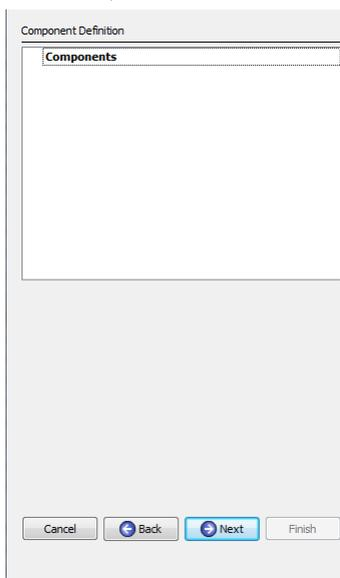
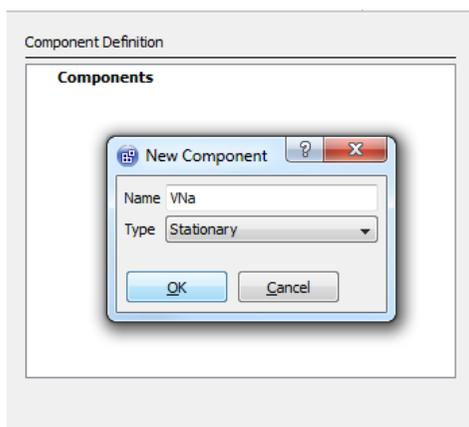
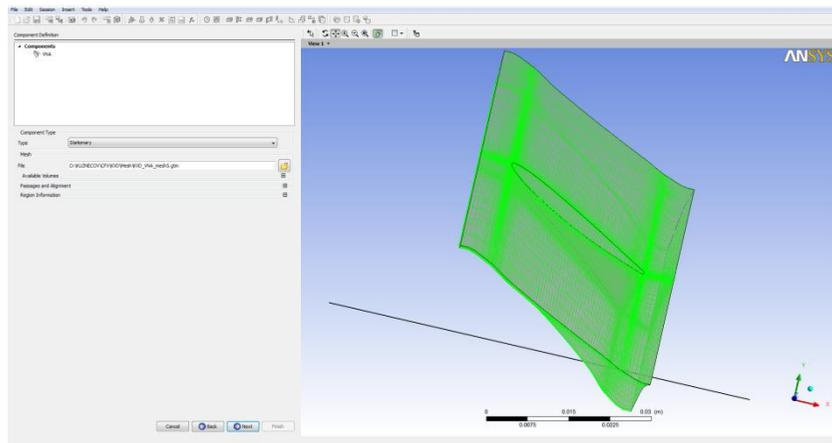

Рис. 5.4. Меню *Component Definition*
Рис. 5.5. Панель создания нового компонента *New Component*
Рис. 5.6. Выбор файла с расчетной моделью ВНА
После нажатия кнопки *Next* в предыдущем шаге (раздел 5.4) происходит переход в следующий шаблон описания турбомашин – *Component Definition*. Он имеет вид, изображенный на рис. 5.4. В нем необходимо определить из каких частей состоит исследуемая турбомашин, в какой последовательности они располагаются, и указать предварительно созданные файлы, содержащие конечно-элементные модели. Здесь также определяются основные параметры расчетных моделей.
1. Щелкнуть правой кнопкой на белом поле под надписью *Components* (см. рис. 5.4) и из выпадающего меню выбрать пункт *Add Component*. Появится соответствующее меню (рис. 5.5), в котором следует задать имя компонента и определить его тип (*Type*) (вращающийся – *Rotating* для РК или неподвижный – *Stationary* для НА и ВНА).
3. Первым указывается ВНА (если имеется). Для него выбирается тип *Stationary* и задается имя *VNA* (рис. 5.5). Выбор подтверждается нажатием кнопки *OK*. После этого в левой части окна программы появится меню (рис. 5.6).
4. В нем, в разделе *Mesh* (сетка), в поле *File* (файл), указывается имя файла сетки входного направляющего аппарата (на рис. 5.6 - *KVD_VNA_mesh5.gtm*), созданного заранее в *Turbo-Grid* (см. разделы 3 и 4). Поле этого в рабочем поле окна программы появится сетка, загруженная из данного файла (рис. 5.6).
(рис. 5.5) выбирается тип *Rotating*. Выбор подтверждается нажатием кнопки *OK*.